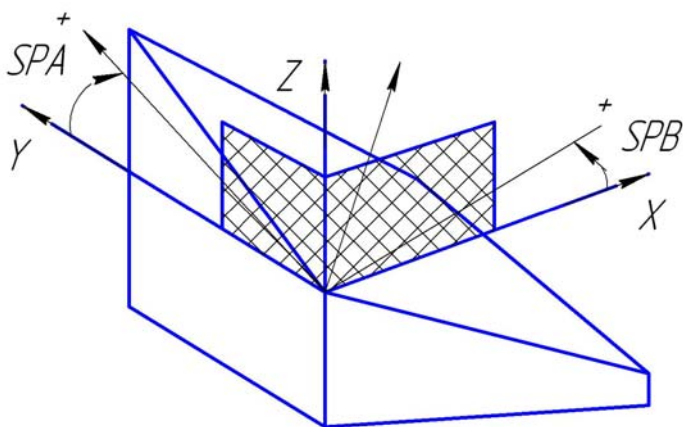

Рис. 5.11. Поворот плоскости обработки относительно осей X и Y
- угол А – угол поворота **SPA** вокруг постоянной оси X станка (рис. 5.11);